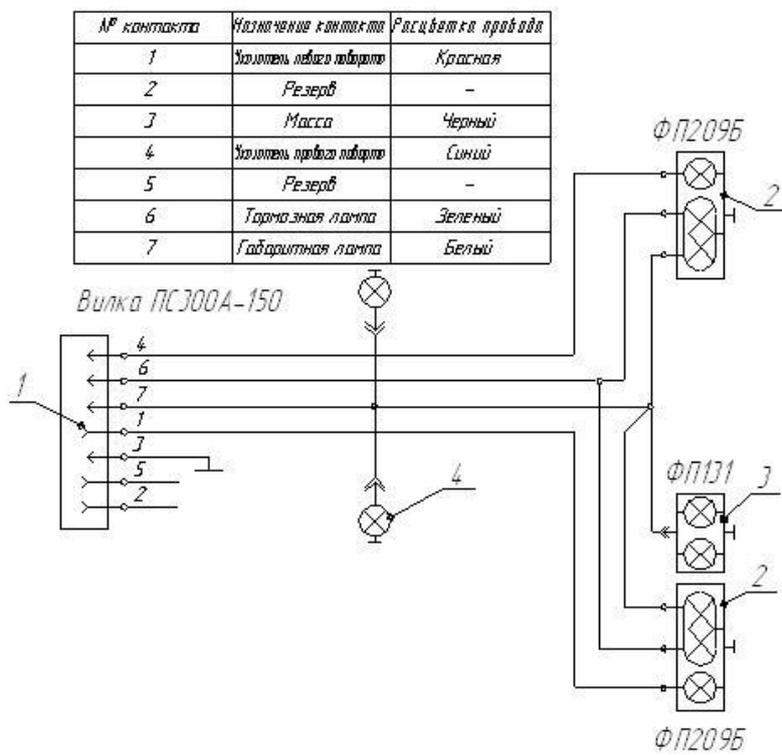

Рис.16. Схема электрическая принципиальная.
5.8. Система электрооборудования (рис.16). Электрооборудование полуприцепа постоянного тока напряжением 12В от сети трактора. Система электрооборудования полуприцепа однопроводная. Номинальное напряжение 12В. Система электрооборудования включает в себя: два задних фонаря 2, выполняющих функцию габаритных огней, указателей поворота, сигналов торможения, фонарь освещения номерного знака 3, фонари габаритные передние, световозврататели передние, боковые и задние, вилку штепсельную, разъемы, а также жгуты проводов для подключения изделий электрооборудования.